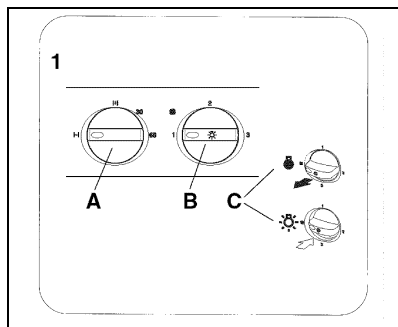

Fig.2
Vid forcerad ventilation från spiskåpan öppnas spjället i kåpan via brytare "A" Samtidig regleras fläktarna upp till maxfart (3) via brytare "B" (**Fig.2**).